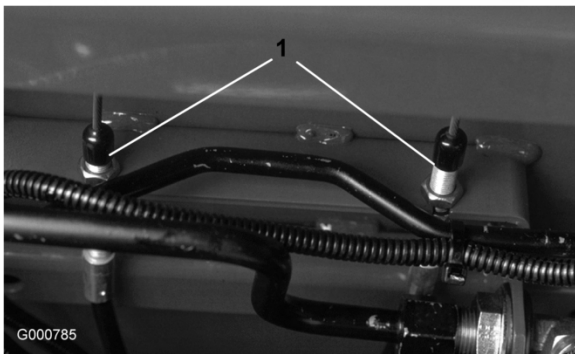

図 62
2. ブレーキの踏みしろの遊びを減らすには、まず、ブレーキ・ケーブル（図 62）の端にある前ナットをゆるめる。次に、後ろナットを締めてケーブルを後ろへ引く。行きしろが 12 mm～25mm になるように調整する。調整ができたなら前ナットを締める。